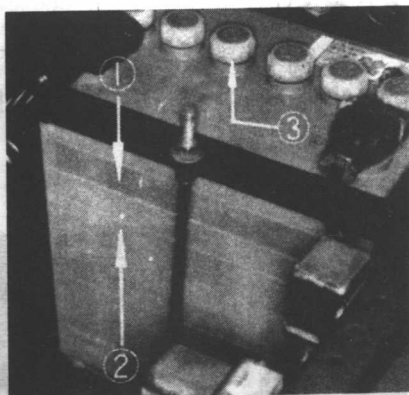

图 2 电力的程度
蓄电池如图 2 所示，当蓄电量处于①和②之间时属于正常情况。如果电力不足，发动机不转的时候，极板就会露出来。
当电力不足的时候，可以将图 2 所示的③通气管向左旋转取出，补充蒸馏水。当在路途中遇到这样的故障时，可以将饮料倒入以解燃眉之急。